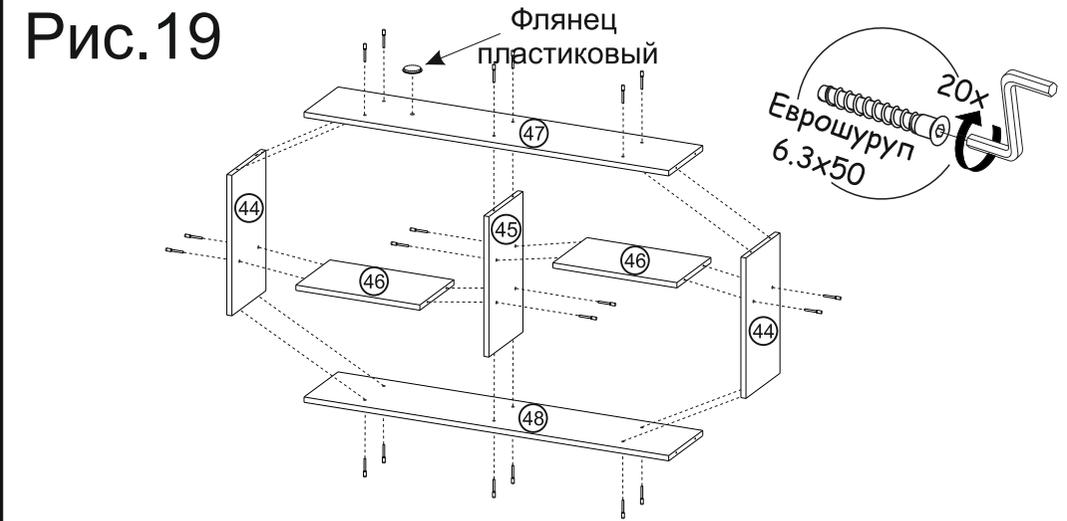

Рис.19
19) Скрутите между собой детали №44,45,46,47,48 еврошурупами 6.3x50. Затем в деталь №47 установите флянец пластиковый (см. рис. 19).